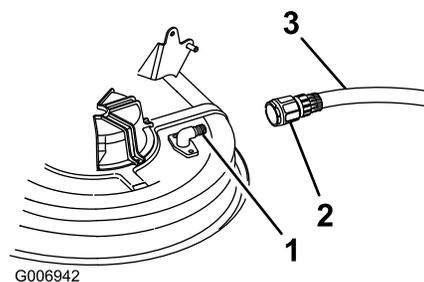

Bild 34
- Drehen Sie eine Schlauchkupplung (gehört nicht zum Lieferumfang) auf den Mähwerk-Spülanschluss und drehen Sie das Wasser ganz auf (Bild 34).